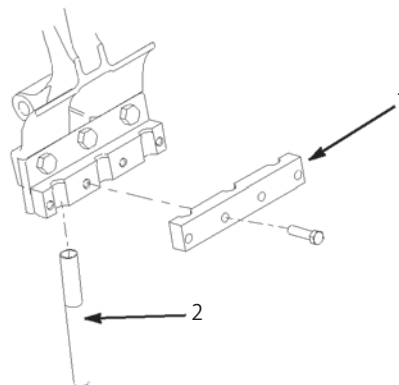

図26
4. 各ティン・ホルダーにティン・クランプを仮止めする（図26；3/8 x 1-1/2" キャップスクリュ 4 本を使用する）。この時点ではキャップスクリュを締め付けない。